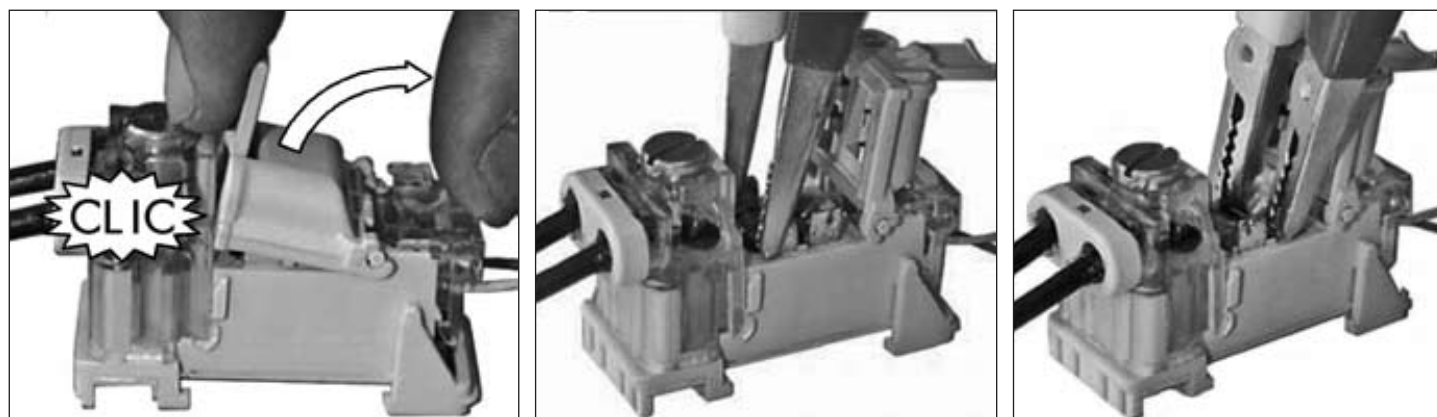

Рисунок 4.5 – Подключение измерительных шнуров к модулю компании 3М
- открыть откидную крышку модуля компании 3М (перед размыканием соединения контактная платформа со станционной стороны должна быть полностью опущена) (рисунок 4.5);